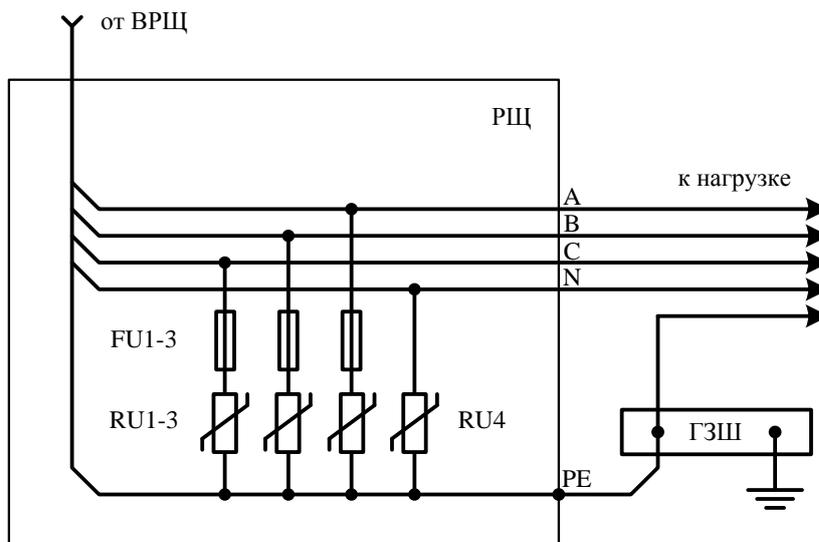

Рис. 2
1.2 Монтаж УЗИП второй ступени защиты в распределительном устройстве (щите) для 5-и проводной системы TN-S выполнять согласно схеме рис. 2, перечень устройств приведён в таблице 2.